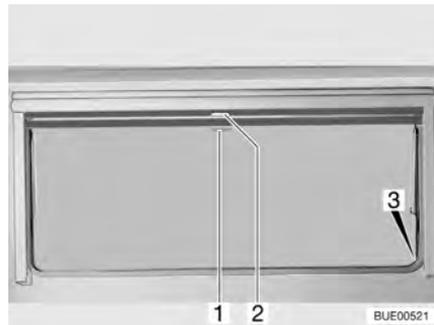

Fig. 60 Finestra apribile
- Tirare verso il basso l'oscurante a rullo accompagnandolo con la maniglia (Fig. 60,2). Quando si chiude completamente l'oscurante a rullo esso va agganciato da entrambi i lati al telaio della finestra nell'apposito elemento di fissaggio (Fig. 60,3).
- Quando l'oscurante a rullo è completamente chiuso: Spingere la maniglia (Fig. 60,2) verso il basso tirandola leggermente verso l'interno. Sganciare l'oscurante a rullo dagli elementi di fissaggio a destra e a sinistra del telaio della finestra.
- Quando l'oscurante a rullo si trova in posizione intermedia: Tirare la maniglia (Fig. 60,2) leggermente verso il basso finché l'elemento di fissaggio non si è sganciato.
- Tirare la maniglia (Fig. 60,1) della zanzariera a rullo verso il basso e agganciarla all'elemento di fissaggio (Fig. 60,3) su entrambi i lati del telaio della finestra.
- Spingere la maniglia (Fig. 60,1) verso il basso tirandola leggermente verso l'interno. Sganciare la zanzariera a rullo dagli elementi di fissaggio a destra e a sinistra del telaio della finestra.